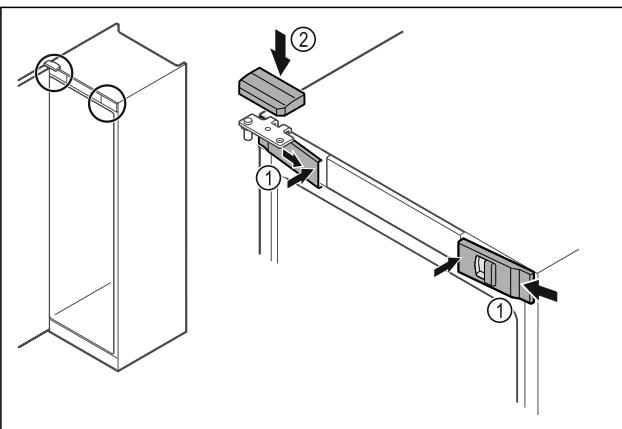

Fig. 52
- Передні кришки Fig. 52 (1) зачепити збоку та зафіксувати всередині.
- Зафіксуйте верхню кришку Fig. 52 (2) зверху.